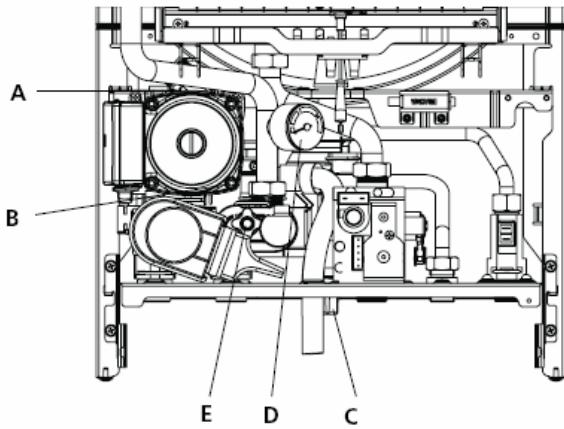

Рис. 22
- отвинтите на два три оборота крышку автовоздушника (**A**, рис. 22 и 23);
- откройте кран подпитки **C** (внутри котла для моделей MIX C.S.I. – C.A.I., внешний для MIX R.S.I. – R.A.I.) и держите его открытым, пока давление на манометре **D** не достигнет значения от 1 до 1,5 бар (голубая зона) (рис. 22 и 23).
**ЗАМЕЧАНИЕ (только для MIX C.S.I. – C.A.I.):** даже если на котле стоит полуавтоматический клапан подпитки, первое заполнение системы водой должно быть выполнено с использованием ручного крана подпитки **C** (рис. 22).
- присоедините трубку, входящую в комплект поставки, к сливному клапану котла (**E**, рис. 22 и 23);